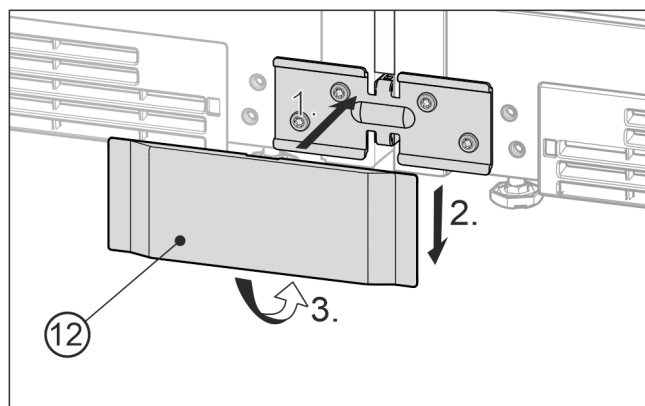

Fig. 22 例图
- 将下方的盖板 Fig. 22 (12)从前面放置到角上 Fig. 22 (1)，向下推入 Fig. 22 (2) 并向下卡紧 Fig. 22 (3)。